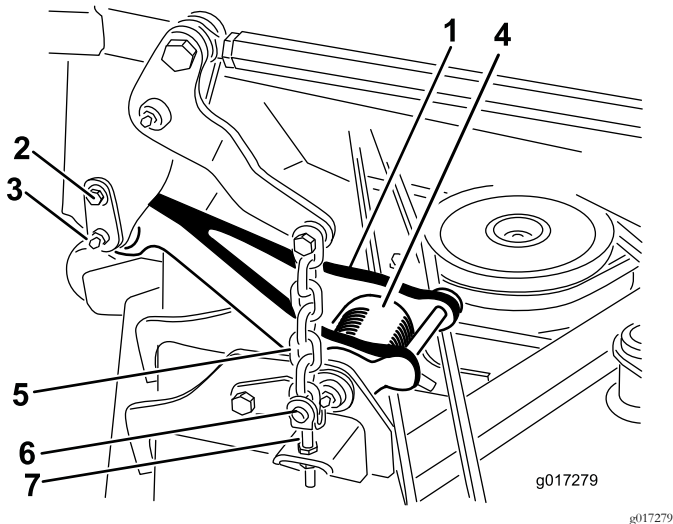

图2
**注意** 当剪草机处于升起位置时拉杆扭转弹簧张紧力图2会减小使拉杆更易于从机器上断开。
2. 从机器两侧断开拉杆图2。
- A. 卸下将固定销固定到承载架的轴肩螺丝图2。
- B. 小心将固定销从承载架滑动到拉杆图2。
6. 卸下将提升链固定至剪草机调节挂钩的4个环形销和柱销 图2。
2. 用4个柱销和环形销将剪草机提升链固定至剪草机调节挂钩 图2。
5. 将拉杆与承载架对齐并用固定销连接拉杆 图2。用轴肩螺丝将固定销固定到机架 图2。